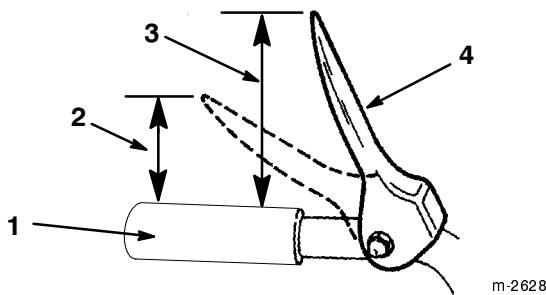

Figure 23
16. Vérifiez la distance entre l'extrémité de la manette de tarière/roue hélice et la poignée du mancheron. L'écartement doit être d'environ 10 cm (Fig. 23).